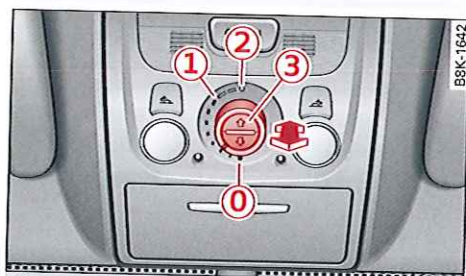

Fig. 34 Vue partielle du ciel de pavillon : commande rotative du toit en verre panoramique
- Vous pouvez pivoter ou fermer le toit uniquement lorsque la commande se trouve dans la position $\Rightarrow$ fig. 34 ①.